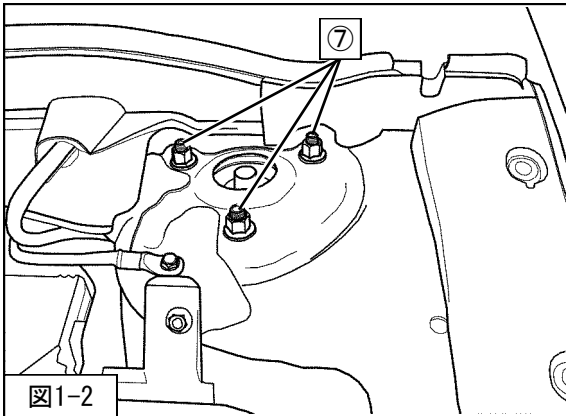

図1-2
3. ⑦フロントサスペンションASSYアッパー取付ナットを取外してください。（図1-2）